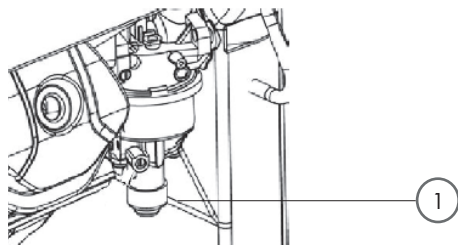

Рис. 19
2. Снять крышку топливного бака и сливную пробку (1) (рис. 19) с бака карбюратора и слить топливо в подходящую ёмкость.